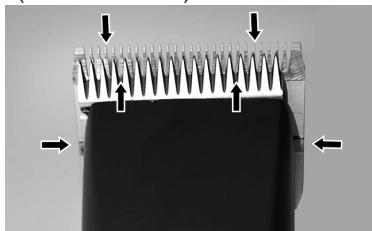

Fig. 13
Hyvän leikkuutuloksen varmistamiseksi sekä karvanleikkuukoneen ja leikkuupään kestoien lisäämiseksi on tarpeen levittää ohut kerros öljyä ylä- ja alaterän väliin (Fig. 13).
- ▶ Voitele teriä riittävästi leikkuun aikana (vähintään 15 minuutin välein), siten, että ne eivät valu (Fig. 13).
Terät on öljytävä ennen kutakin käytöä, käytön aikana ja jälkeen. Jos karvanleikkuukoneen terät jättävät raitoja tai liikkuvat hitaasti, on öljyä lisättävä. Tiputa muutama tippa öljyä terien kärkeen ja sivuille (katso nuolet, Fig. 13). Pyyhi liika öljy kuivalta pehmeällä kannalla. Voitelusuihke ei tuota riittävästi öljyä hyvää voitelua varten, mutta sillä voi jäähdyttää teriä. Vaihda rikkoutuneet ja vaurioituneet terät vammojen välttämiseksi.